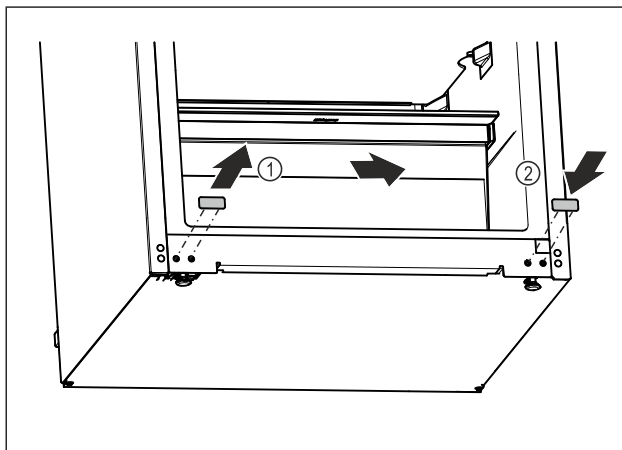

Fig. 20
- Tõmmake kattekorgid välja. Fig. 20 (1)
- Pange kattekorgid vastasküljel sisse. Fig. 20 (2)